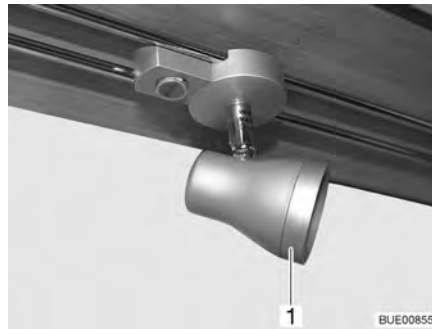

Fig. 205 Spot halogène (coulissant)
- Tourner la bague extérieure (Fig. 205,1) dans le sens inverse des aiguilles d'une montre jusqu'à ce qu'elle se détache du boîtier.